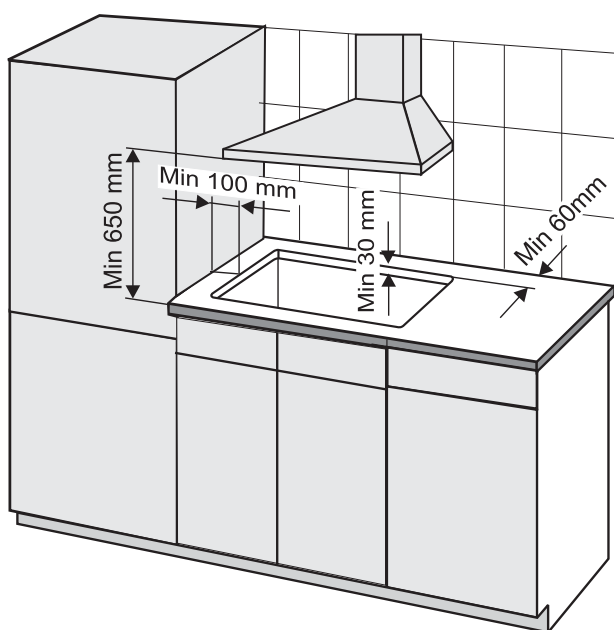

Fig. 5
- Cette table de cuisson peut être installée sur un plan de travail d'une épaisseur d'au moins 30 mm (Fig. 5). Ce plan de travail doit être résistant à la chaleur.